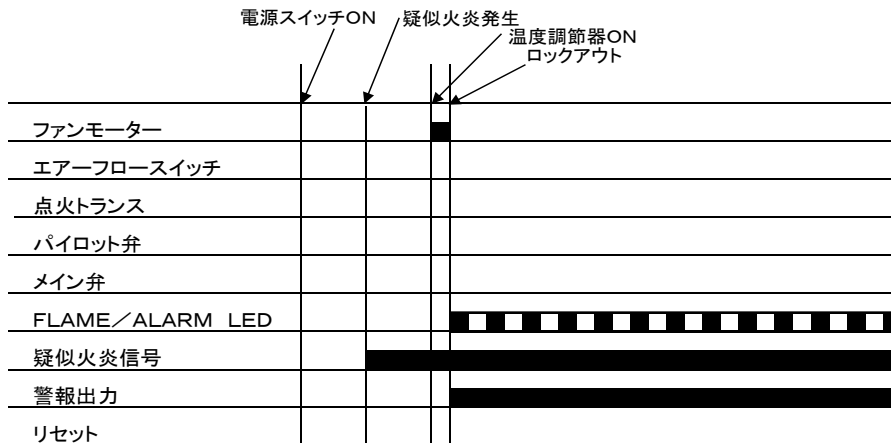

図17(1)
(2) 起動時から疑似火炎信号があり、プレパージ時間内の途中で消滅した時 (図17(2)参照)